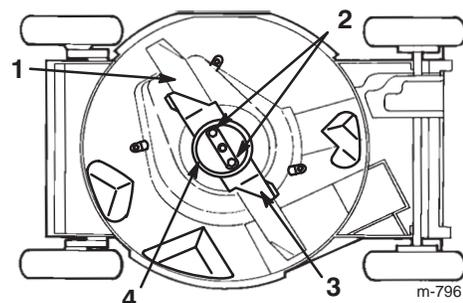

Figure 26
4. Basculez la tondeuse sur le côté **droit** (Fig. 26).
Tenez la lame à son extrémité avec un chiffon ou un gant épais. Retirez les écrous de la lame, la coupelle de protection, l'accélérateur et la lame (Fig. 26).
5. Enlevez les 2 écrous de la lame, la coupelle de protection, l'accélérateur et la lame (Fig. 26).